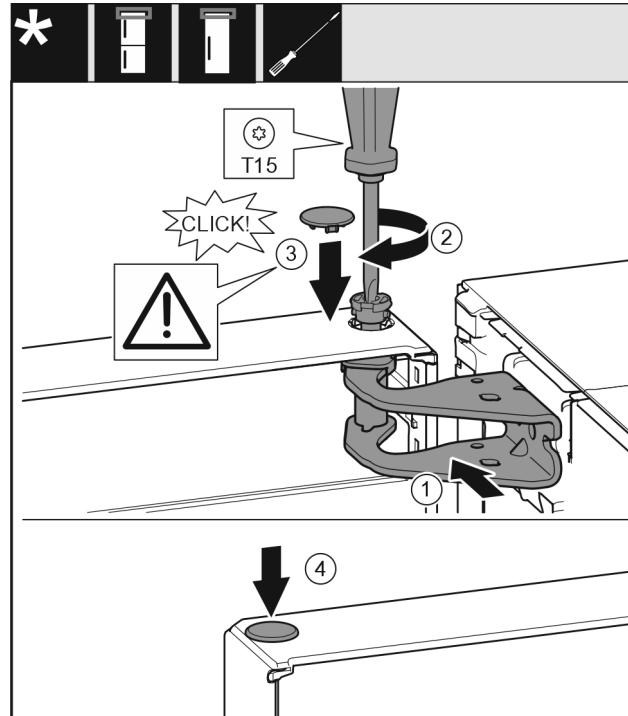

Fig. 26
- Выровняйте дверь вверху по отверстию в опорном кронштейне. Fig. 26 (1)
- Вставьте палец Fig. 26 (2) и затяните отверткой.
- Установите предохранительную крышку Fig. 26 (3) для защиты двери: вставьте предохранительную крышку и проверьте, прилегает ли она к двери. В ином случае вставьте палец полностью.
- ▶ Вставьте заглушку Fig. 26 (4).